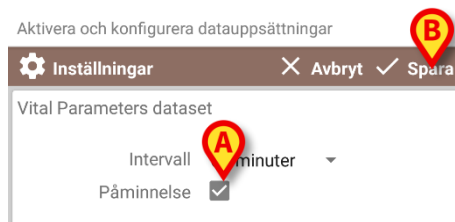

Fig. 74
- Välj kryssrutan Påminnelse för att få automatiska påminnelser när registreringarna av datauppsättningarna ska utföras (Fig. 74 **A**).
- Tryck på alternativet **Spara** för att spara ändringarna (Fig. 74 **B**).